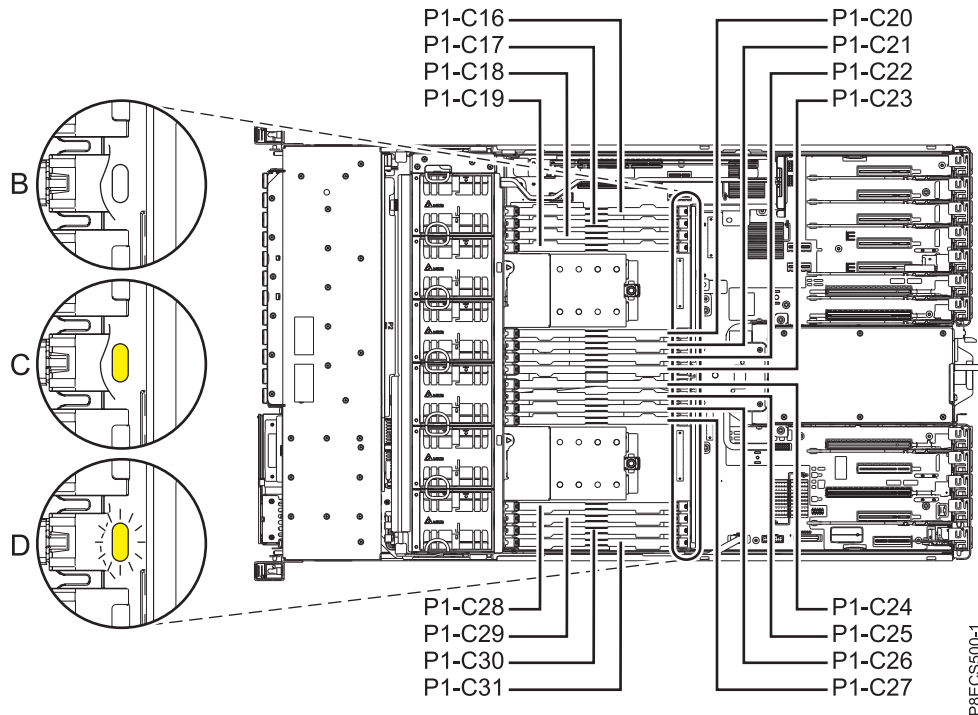

Abbildung 9. Anzeigen für ein funktionierendes und ein fehlerhaftes Speichermodul
- f. Überprüfen Sie, ob die gelbe Anzeige für das ausgetauschte Speichermodul **aus** ist, wie in (B) in Abb. 9 dargestellt.